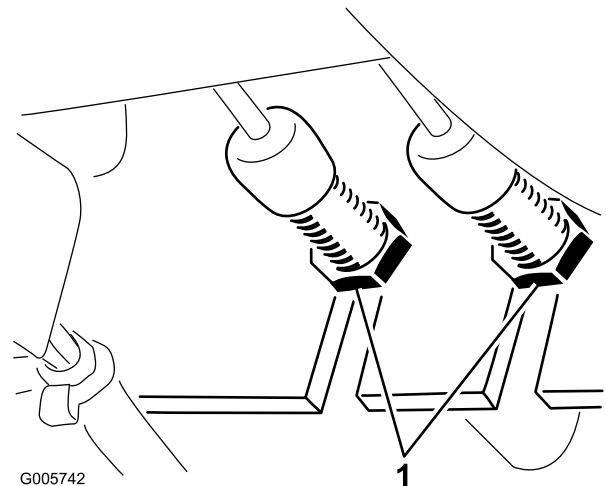

Figura 60
1. Para reducir la holgura de los pedales de giro (para apretar los frenos), afloje la tuerca delantera del extremo roscado del cable de freno (Figura 60). Luego apriete la tuerca trasera para mover el cable hacia atrás hasta que los pedales de freno tengan una holgura de 13 a 25 mm. Apriete la tuerca delantera una vez que los frenos estén ajustados correctamente.